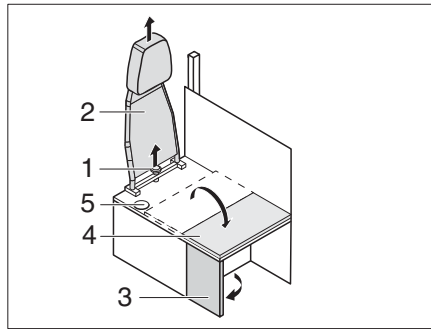

Bild 184 Ombyggnad körning - boende
- Skruva ur stjärnskruven (Bild 184,1) och ta av ryggstödet (Bild 184,2) uppåt.
- Fäll ut sidovägg (Bild 184,3).
- Fäll sittbänksförlängningen (Bild 184,4) på sidoväggen.
- ▷ Omvänd ordningsföljd gäller vid ombyggnad från boende till körning. Var noga med att säkerhetsbältet dras genom öppningen (Bild 184,5).